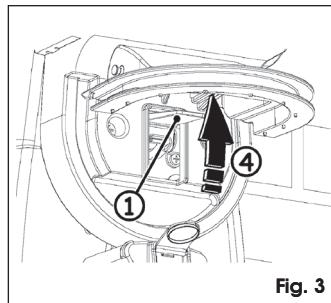

Fig. 3
3. Tirer le levier de déverrouillage jusqu'à son arrêt, Fig. 3 réf. 1.